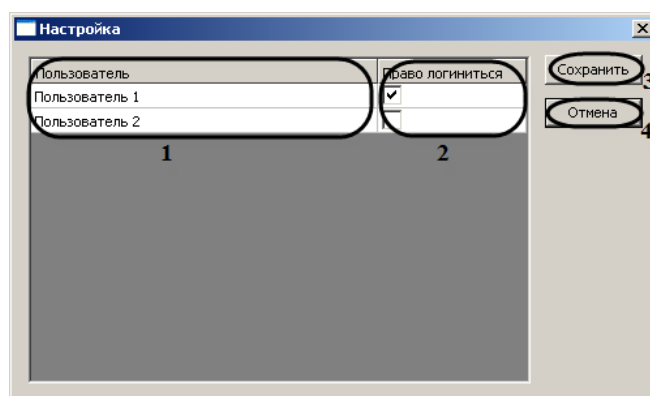

Рис. 3.3—6 Настройка прав доступа
Примечание. В столбце **Пользователь** отображается список пользователей, созданных в программном комплексе Интеллект (см. Рис. 3.3—6, 1).
3. Для назначения определенных прав доступа пользователям необходимо установить флажок в соответствующей ячейке столбца **Право логиниться** (см. Рис. 3.3—6, 2).